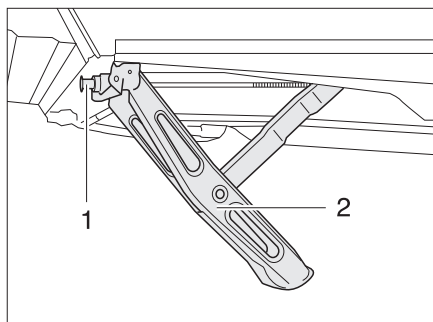

Fig. 16 Stabilisateur abaissé
- Pour cela, placer la manivelle livrée en série avec la caravane sur l'écrou à six pans (Fig. 16,1) du stabilisateur (Fig. 16,2).